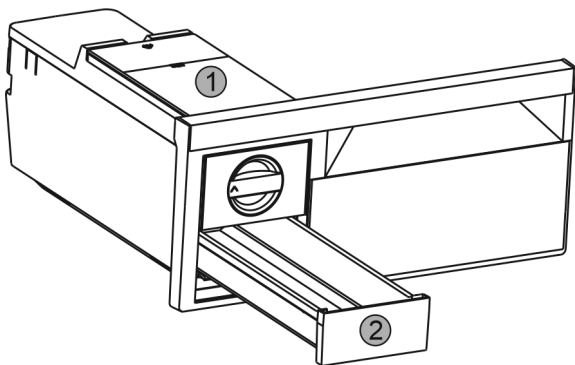

Fig. 38
- ▶ Извадете резервоара за вода Fig. 38 (1) и чекмеджето за ледени кубчета Fig. 38 (2).